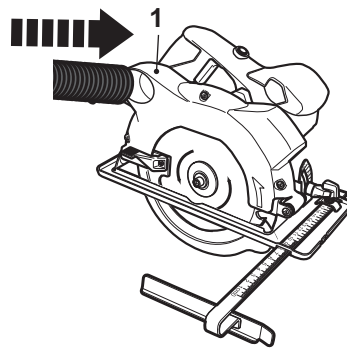

Fig. 4
- > Raccordez un dispositif d'extraction de poussière, par. ex. un aspirateur approprié, à la sortie d'évacuation des poussières [1] (Fig. 4).